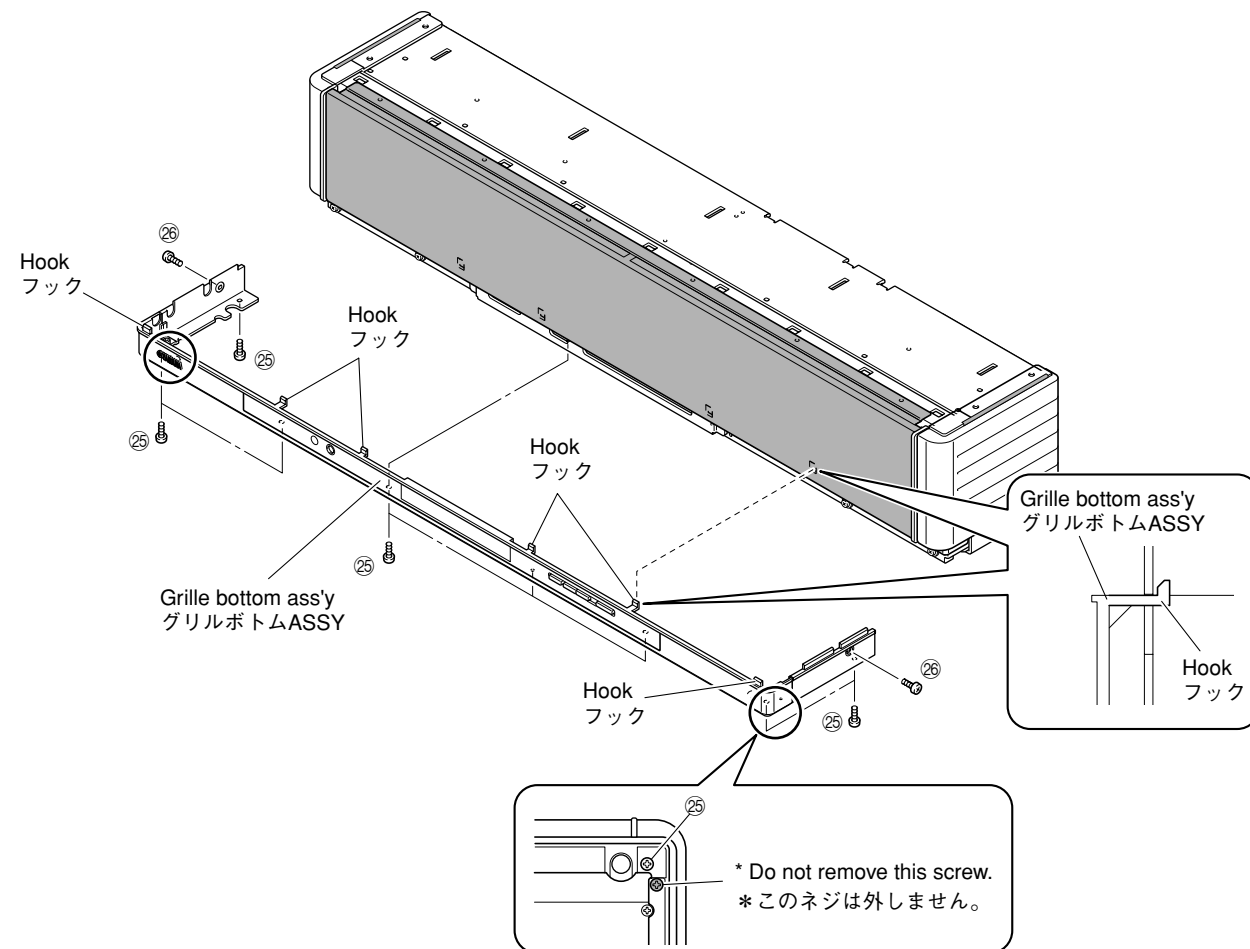

Fig. 8
- Remove 8 screws (25) and 2 screws (26). (Fig. 8)
- Lift up the rear of the grille bottom ass'y a little and after removing 6 hooks, remove it rearward. (Fig. 8)
- * To install the grille bottom ass'y, be sure to install 6 hooks at the front first and then install screws. (Fig. 8)
- 25のネジ8本、26のネジ2本を外します。(Fig. 8)
- グリルボトムASSYの後ろを少し持ち上げ、フック6ヶ所を外し、後方へ取り外します。(Fig. 8)
- * グリルボトムASSYを取り付ける場合は、必ず前方のフック6ヶ所から取り付け、次にネジを取り付けてください。(Fig. 8)